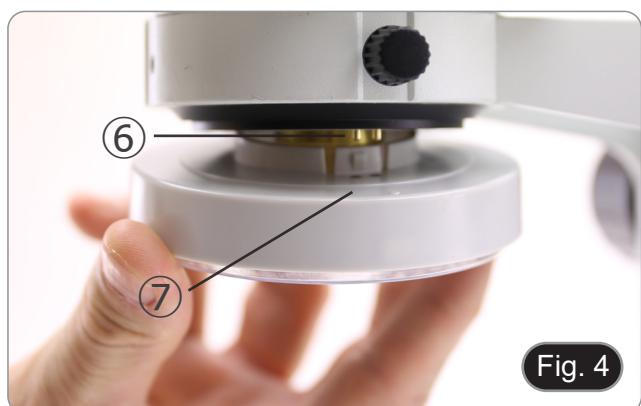

Fig. 4
4. Alinee las clavijas ⑥ del cuerpo del microscopio con los orificios ⑦ del iluminador anular, y luego empuje suavemente el iluminador anular hasta que encaje en su posición. (Fig. 4)